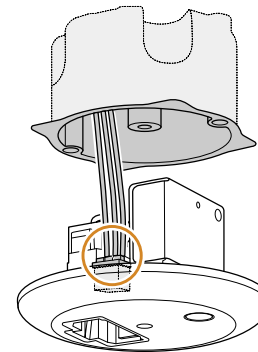

Bild 4
- 5 Schließen Sie die Spannungsversorgung an der dafür vorgesehenen Klemmleiste an - siehe **Abbildung 4**.